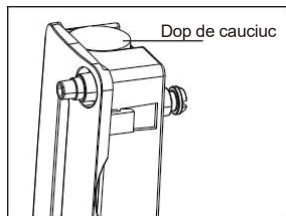

Figura 13
2. Scoateți dopul de cauciuc. (Figura 13)